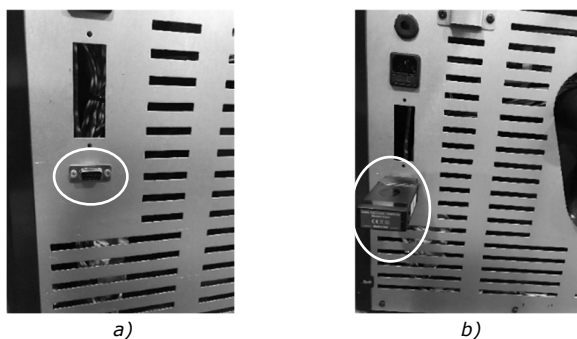

Figura 9 – Instalação módulo Wi-Fi
- Para equipamentos da Tabela 1 - Colunas B e D: Fixe o módulo Wi-Fi na parte traseira do equipamento como exibido na Figura 9.
- **Para equipamentos da Tabela 1 - Colunas B e D:** Use o cabo fornecido no kit para conectar o módulo ao equipamento como exibido na Figura 9 e Figura 19.